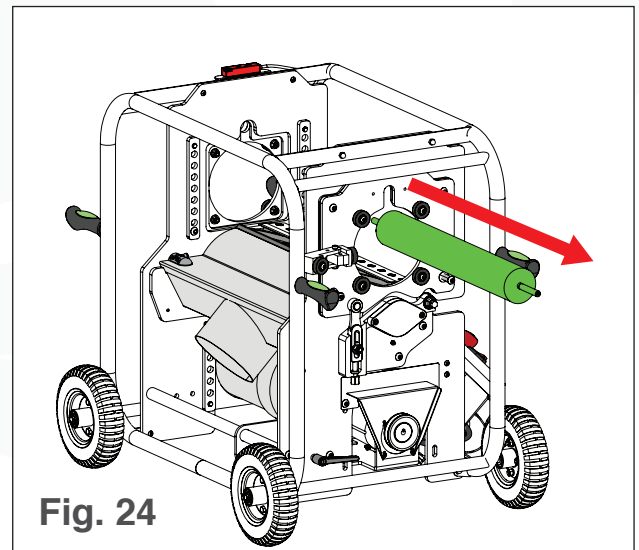

Fig. 24
4. Remova a escova (ver Fig. 24).